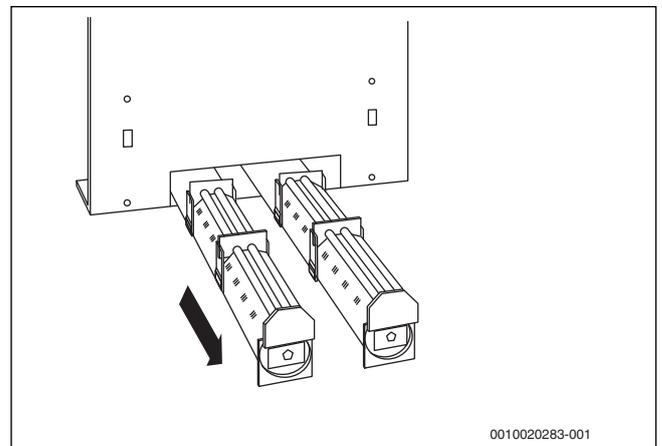

Bild 27 Brennerschild Rückseite
- ▶ Vordere und mittlere Sattelblechhalterung montieren (→ Bild 27).
- ▶ Sattelblechhalterung am Ende des Brennstabs mit Mutter festschrauben (→ Bild 27).